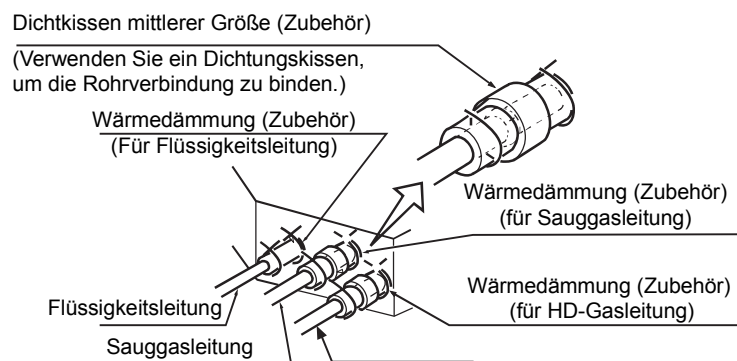

Abb.8
- Überprüfen Sie die Verbindungsleitungen auf Gasleckage und befestigen Sie dann die Wärmeisolierung wie in Abb. 8 dargestellt